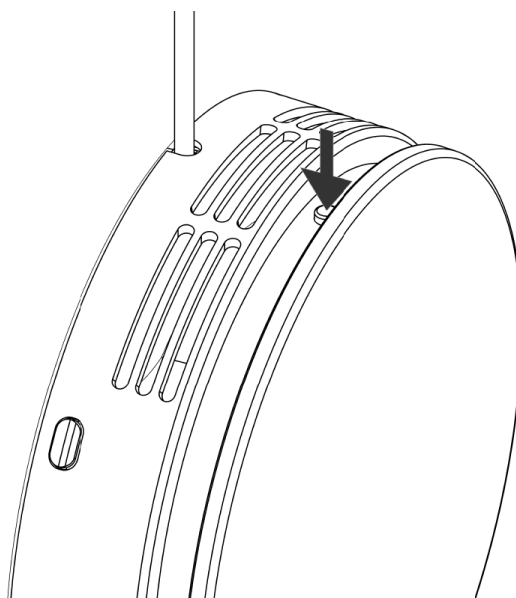

Figure 45 - Démarrage de l'AM 50 (test d'installation)
2. Appuyez sur le bouton du haut pour démarrer l'AM 50 (voir Figure 45 ci-dessous).